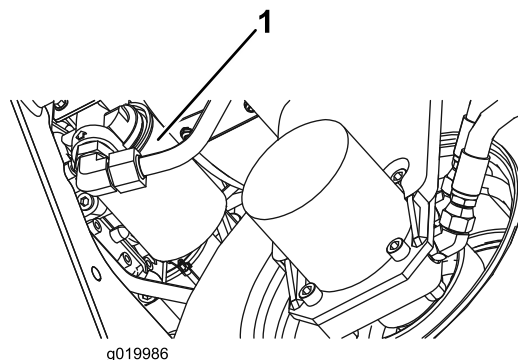

Figura 78
2. Limpie la zona de montaje del filtro. Coloque un recipiente debajo del filtro (Figura 78) y retire el filtro.